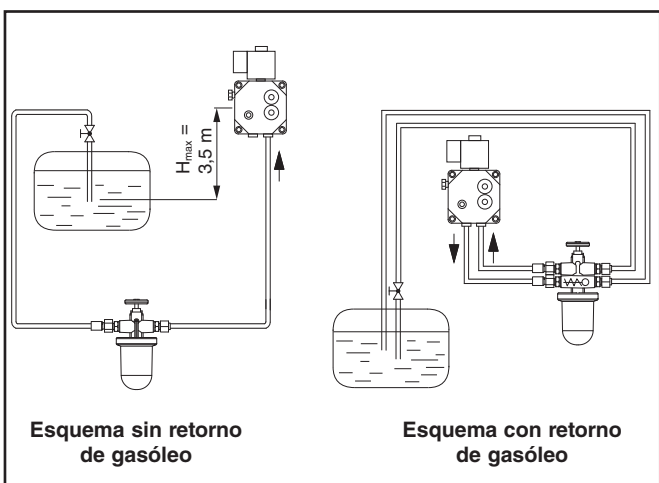

Figura 12
2.8. Dimensiones de las tuberías de gasóleo (véase la figura 12).